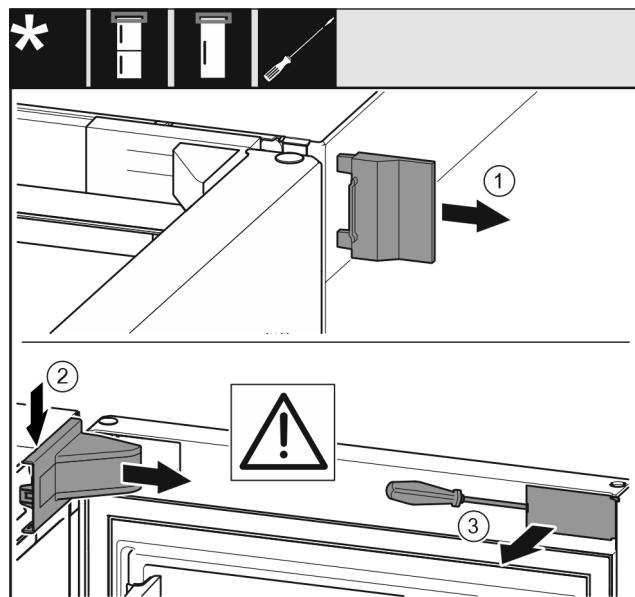

Fig. 10
- Свалете външния капак Fig. 10 (1).
- Освободете и свалете капака на лагерната стойка Fig. 10 (2).
- Освободете капачката Fig. 10 (3) с плоска отвертка и я завъртете настрани.